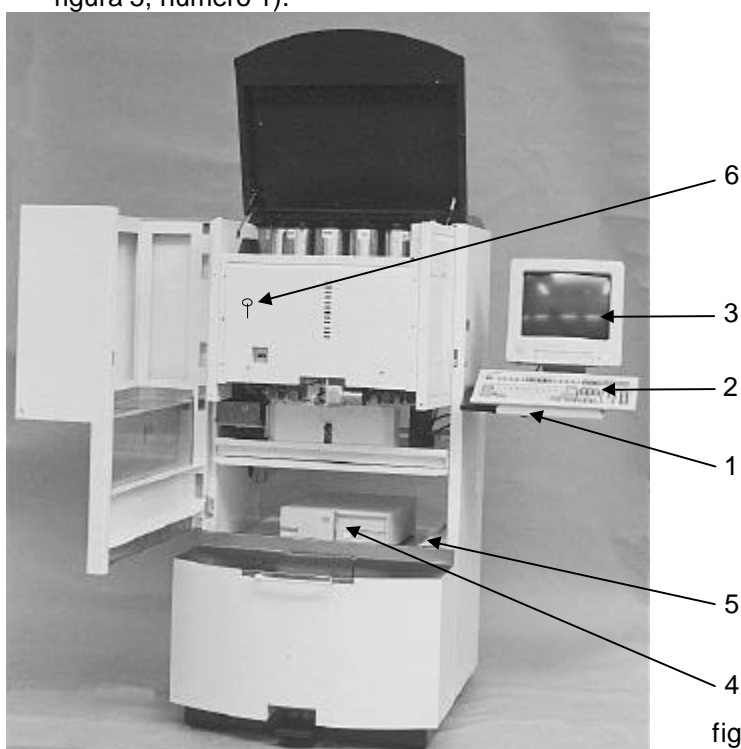

figura 5
- Monte el soporte con los cuatro pernos de fijación en el lado derecho de la máquina (consulte figura 5, número 1).
4.3.2 La instalación del ordenador (consulte figura 5)
- Coloque el teclado (número 2), el monitor (número 3) y el ordenador (número 4) como se indica en la figura 5.
- Conecte el ordenador y el monitor a los enchufes internos (consulte: figura 5, número 5) y pulse los interruptores de encendido/apagado de estos aparatos.
- Coloque la llave triangular en la abrazadera destinada a ella en el lado interior de la máquina (consulte figura 5, número 6).